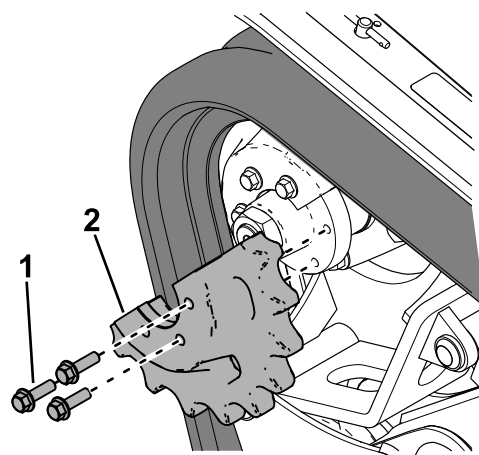

Рисунок 62
19. Нанесите резьбовой герметик на болты снятой половины ведущего колеса и установите половину ведущего колеса (**Рисунок 62**). Затяните болты с моментом от 95 до 115 Н·м.